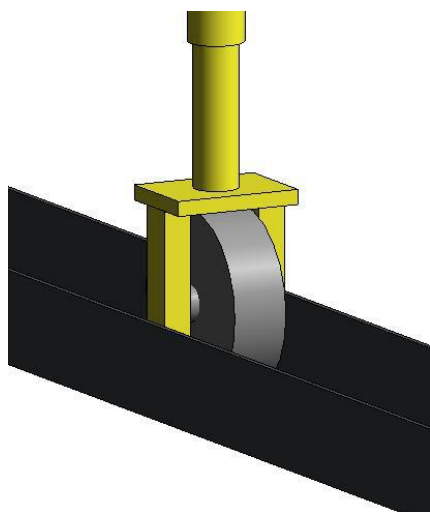
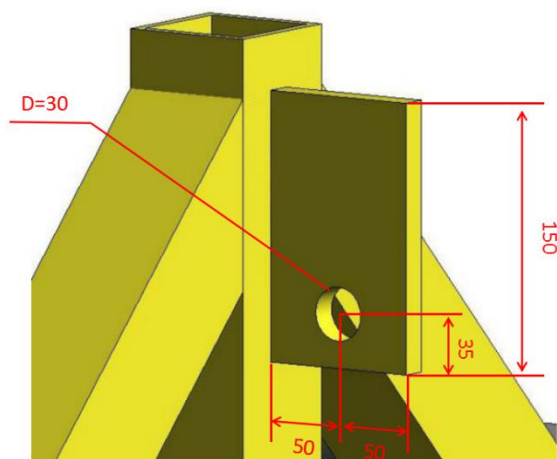

图 3.16-2 滚轮及轨道示意图
图 3.16-3 定滑轮挂点示意图
**【安装使用要求】**笼梯上端采用  $L50 \times 5\text{mm}$  角钢加固，并设置滑轨装置，滚轮上必须带有刹车装置，在作业时保持锁死状态（图 3.16-2）；滑轨装置上端制作三角支架，在三角支架上焊接  $150 \times 100 \times 20\text{mm}$  钢板，开  $\Phi 30\text{mm}$  孔洞用来挂设定滑轮用以上板，吊运重量不得超过 100kg，如超过整体结构需重新计算（图 3.16-3）；滑轨装置中滑轨采用 8# 槽钢焊接固定在顶端檩条上；笼梯下端采用  $L50 \times 5\text{mm}$  角钢设置支撑与矮墙抵靠牢固，安装时笼梯与墙面间距 300mm，确保作业人员操作空间；笼梯需配合安全绳及安全绳自锁器或防坠器使用，以防止人员高处坠落；额定载重量 300Kg。